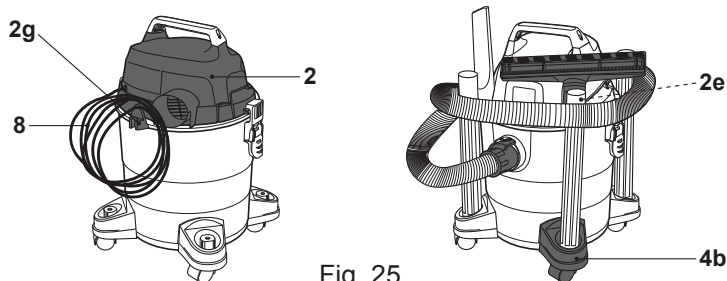

Fig. 25
- > Desconecte el accesorio correspondiente (11, 12), el tubo (9) y el/los tubo(s) de extensión (10), si procede.
- > Para lavar el depósito, use agua limpia en lugar de un detergente. No sumerja el depósito (3) en agua.
- > Una vez seco, recomendamos guardar los accesorios en el compartimento para accesorios (2e, 4b) y poner el cable (8) en el gancho (2g) de la unidad del motor (2) (Fig. 25).
- > Recomendamos guardar los accesorios en el compartimento para accesorios (2e, 4b) y poner el cable (8) en el gancho (2g) de la unidad del motor (2) (Fig. 25).